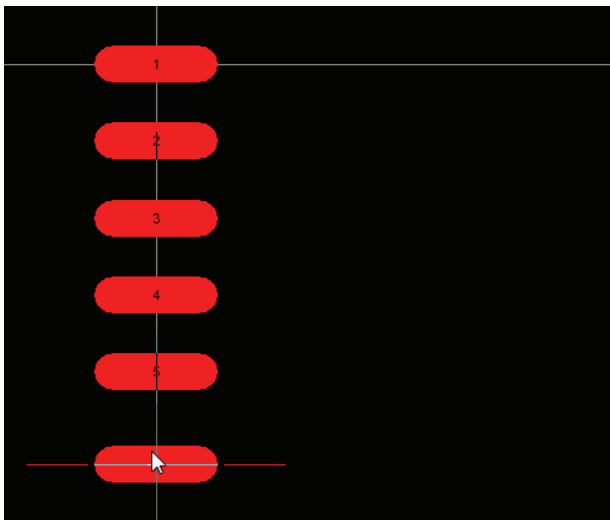

图 5-89 放置焊盘
2) 执行该命令后，光标变为十字，中间带有一个焊盘，如图 5-89 所示。随着光标的移动，焊盘跟着移动，移动到适当的位置后，单击将其定位。